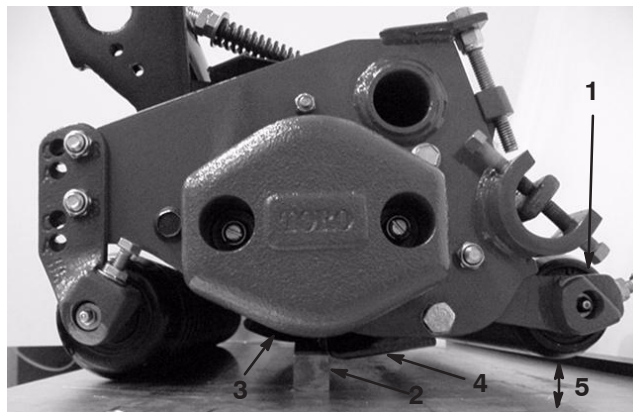

Figure 12
1. Placez une plaque d'au moins 13 mm d'épaisseur sous les lames du cylindre, en appui contre le tranchant de la contre-lame (Fig. 12). Le rouleau arrière ne doit pas toucher la surface.